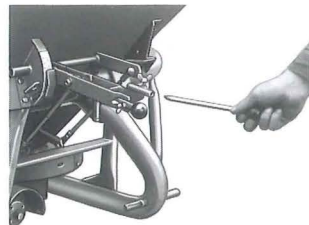

Fig. 6
2.4.5 Ved spredning med Superfosfat, Kalkmergel og fugtige kornede gødningen (forkert lagring) fjernes, efter hver tømning, den gødningsring, som sidder fast i tragtspidsen, med aktiveringsstangen (Fig. 6). Endvidere skal gødningsansamlinger på spredetallerkener og fødelommer fjernes!